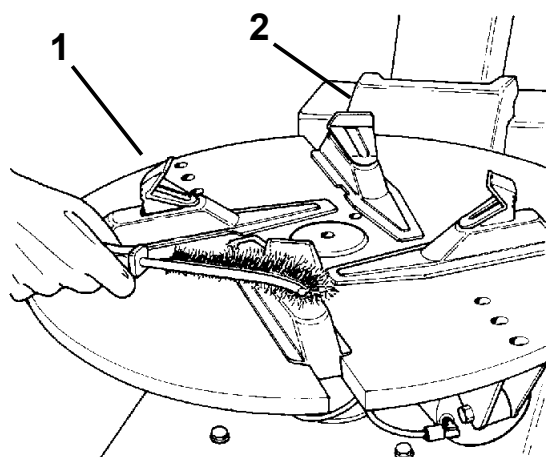

Fig.28
**C.** Nettoyer toutes les semaines les dents des mors (1) à l'aide d'une brosse métallique, vérifier le mors de serrage en nylon (2) et le remplacer s'il est usé (Fig. 28).